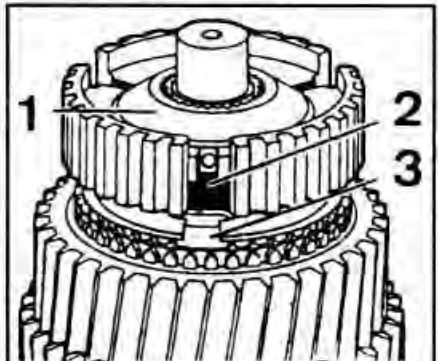

Рис. 5-22. Установка ступицы синхронизатора V передачи и заднего хода:
- Нагреть до 80°C ступицу синхронизатора V передачи и заднего хода и напрессовать ее на вал конусным торцом вверх (рис. 5-22).